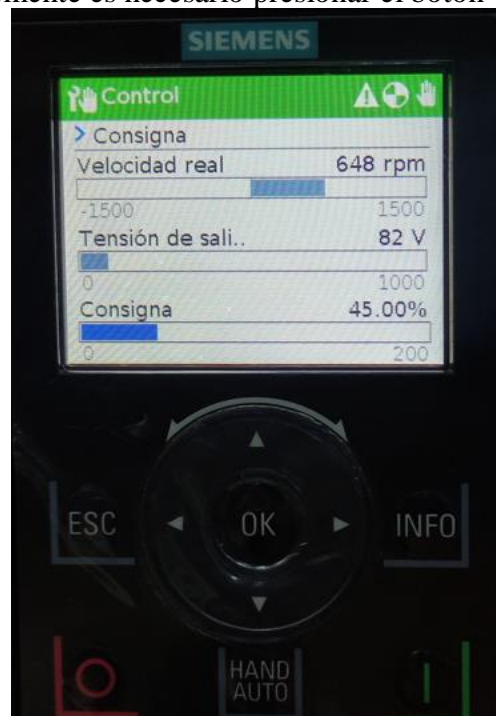

Figura 15: Encendido del motor con el botón ‘I’
- Al presionar el botón ‘ON’ finalmente se encenderá el motor y empezará a funcionar, se puede verificar el funcionamiento cuando en la pantalla del IOP-2 se muestra la velocidad y la tensión de salida a la que está funcionando (Figura 15).